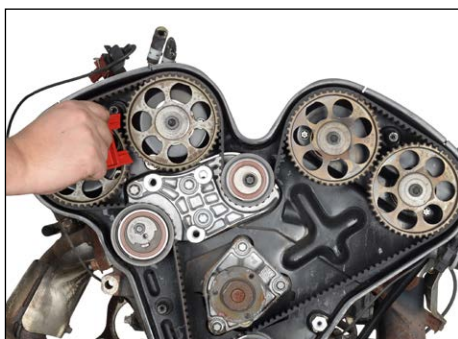
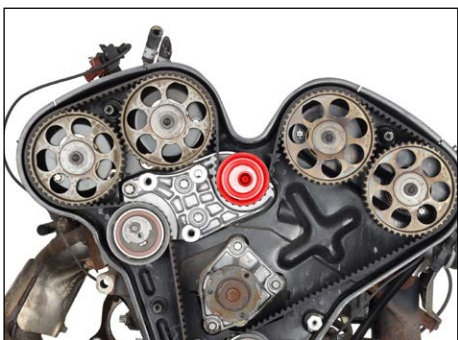

Bild 5
Bild 7
3. Sätt in fixeringsverktyget för kamaxel OE (KM-800-1) röd, med beteckningen "Top" uppåt, mellan kamaxelremhjulen "1" och "2" (bild 5 och 6). Om fixeringsverktyget inte kan sättas in, lossa det övre kamremslöphjulet (bild 7) och vrid den på kammen med spännnyckeln MKM-6038 eller en vattenpumpstång tills verktyget kan sättas in.